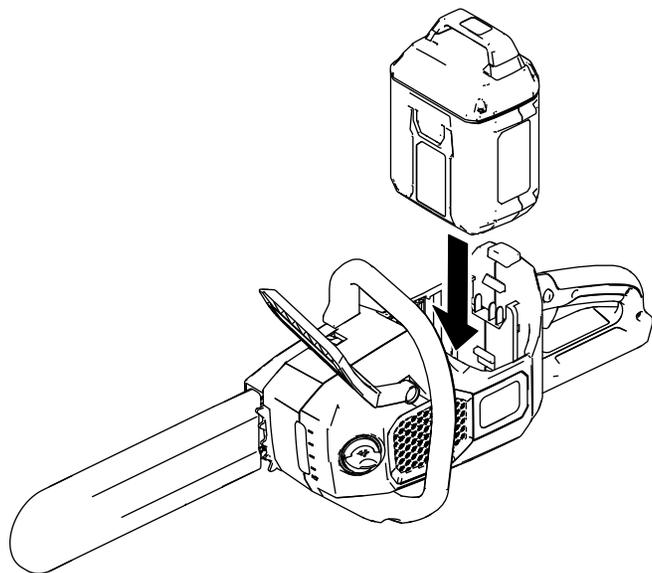

図 7
3. バッテリーパックの舌部をチェーンソーのバッテリーキャビティに合わせる 図 7。